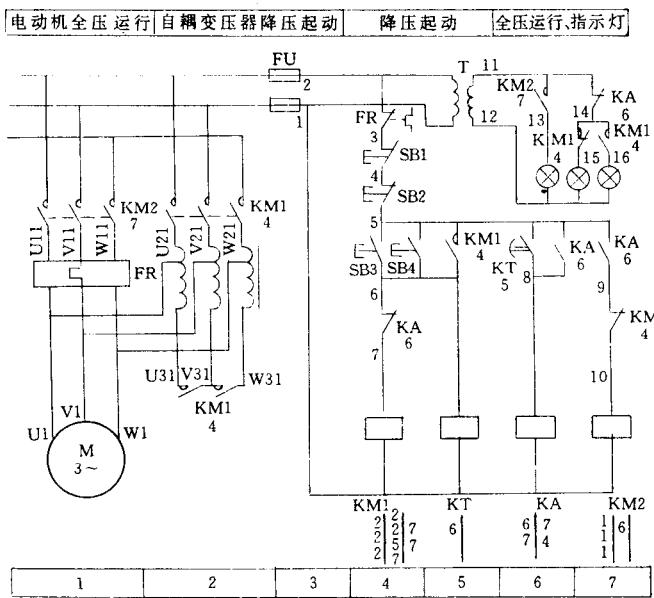

图 1-11 XJ01 型自动起动补偿器控制线路
**QJ3型补偿器**是手动起动的补偿器，许多场合常采用自动起动的补偿器，**XJ01型**为自动起动补偿器，其控制线路见图1-11。
图 1-11 整个电路分主电路、控制电路和指示灯电路三部分。按下起动按钮 SB3 (或 SB4) 时, 接触器 KM1 和时间继电器 KT 吸合, KM1 (5—6) 闭合自锁, KM1 主触头闭合, 自耦变压器低压侧接入, KM1 (U31—V31 V31—W31) 闭合将自耦变压器接成星形联结, 电动机 M 减压起动。同时常闭触头 KM1 (9—10) 断开联锁, KM1 (14—16) 闭合, 起动指示灯亮。几秒钟后, KT (5—8) 延时闭合, 中间继电器线圈获电, 则: